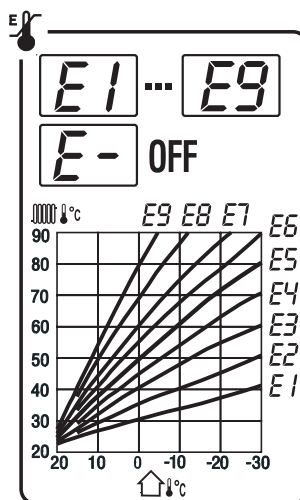

рис. 2
Нажмите кнопку **MODE** – на дисплее появится буква **E** с параметром от (-) до (9). Выбор погодной характеристики производится с помощью кнопок **— +**. Крутизна характеристики возрастает с увеличением установленного числа ($E1 < E9$), см. рис. 2.